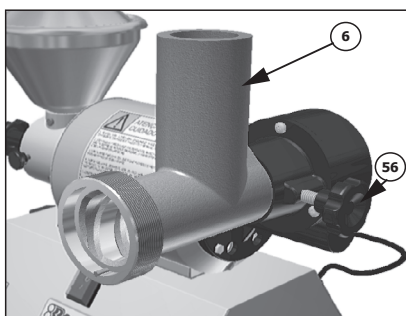

Figura 3
- Encaixe o corpo da boca (6) no redutor e aperte o manipulador 3/8" x 1.1/2" (56) conforme *figura 3*.
3.2.1 Para utilizar o moinho de café retire o bocal (6) do moedor de carne conforme *figura 3*.